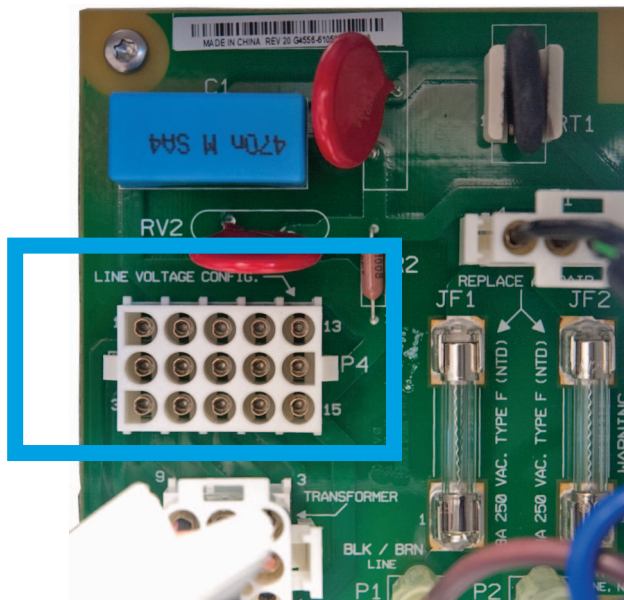

図 1 AC ボードの拡大図
- 3 コンフィグレーションプラグを AC ボードに取り付けます (コネクタ P4)。図 1 を参照してください。